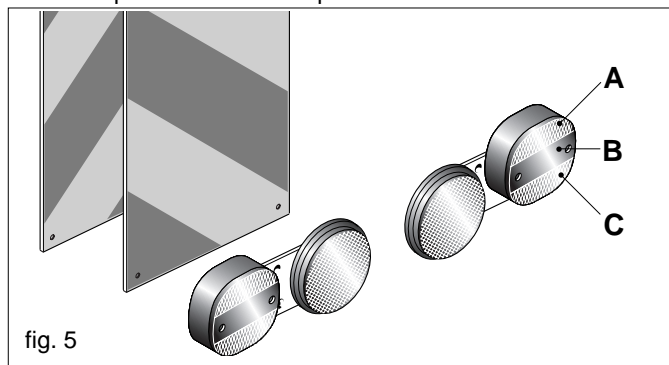

fig. 5
- 37) Wenn die geschleppten oder an dem Schlepper angebrachten Ausrüstungen und Geräte die Sichtbarkeit der Signalisierungs- und Beleuchtungsrichtungen des Schleppers verdecken, müssen diese Vorrichtungen auch an den Ausrüstungen angebracht werden, wobei die Vorschriften der im jeweiligen Anwendungsland geltenden Straßenverkehrsordnung zu beachten sind. Beim Gebrauch ist zu kontrollieren, daß die Anlage einwandfrei funktioniert. Nachstehend wird die korrekte Sequenz der Leuchten angegeben (Abb. 5):